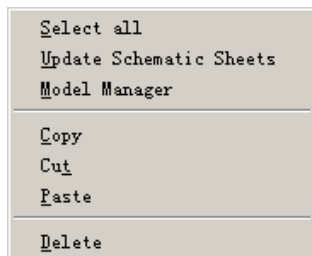

图 5.24 右键菜单
(4) 打开 5.1.1 小节创建的元件库项目文件 “custom.LibPkg”，然后双击 “Projects” 选项卡中的 “custom.SchLib” 文件名，打开 “custom.SchLib” 文件。
(5) 单击工作区左侧的 “SCH Library” 选项页标签，打开 “SCH Library” 选项页。
(6) 在 “SCH Library” 选项页中的元件列表中单击鼠标右键，在弹出的如图 5.24 所示的右键菜单中选择 “Paste” 命令，将剪贴板中的元件原理图粘贴到原理图库中。